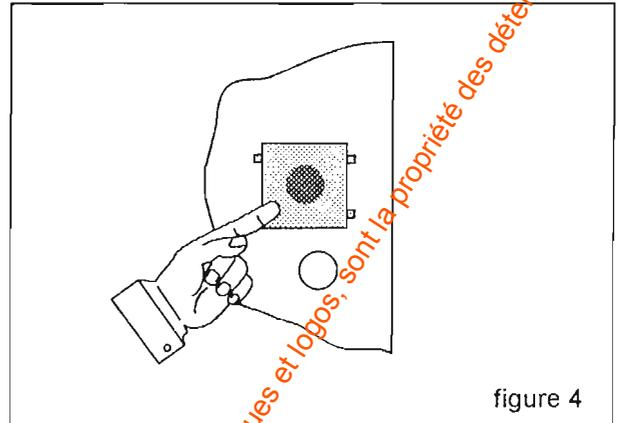

figure 4
- Repérer le bouton poussoir dans la sirène (voir figure 1 (5)). Fig. 4.